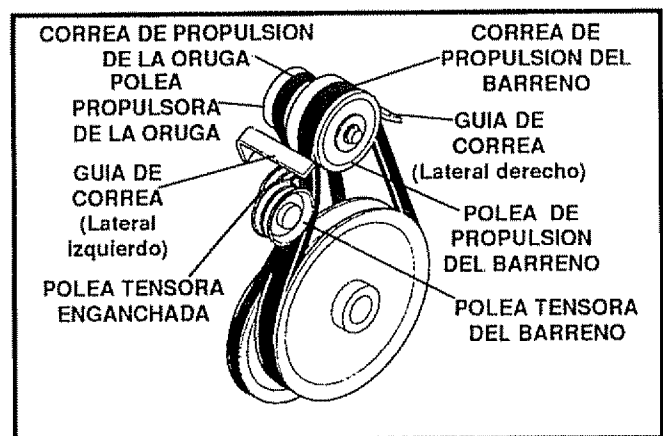

FIG. 29
- Afloje las guías de la correa (vea la Fig. 29) y aléjelas de la polea de tracción del motor.
- Afloje las guías de la correa (vea la Fig. 29) y aléjelas de la polea del motor.